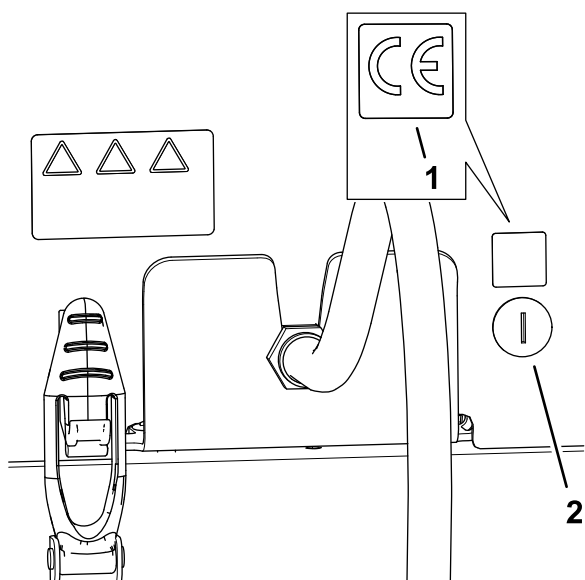

Figura 38
1. Utilize álcool e um pano limpo para limpar a área do capot junto à fechadura do capot e deixe secar o capot (Figura 38).